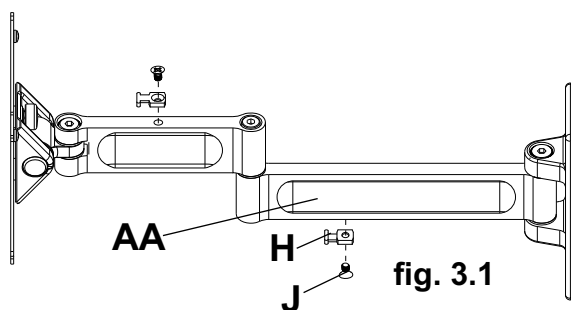
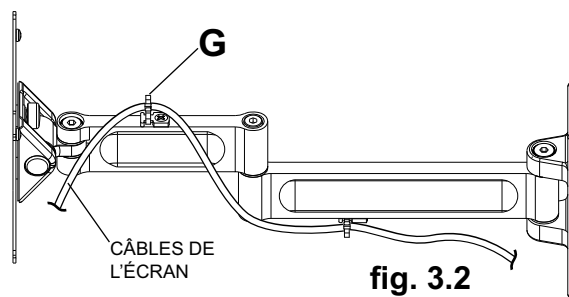

fig. 3.1
fig. 3.2
- 3** Fixez l'ancrage (H) de l'attache de câble sur le haut ou le bas du bras mural (AA) à l'aide de vis (J), tel qu'illustré à la figure 3.1. Attachez les câbles au support mural (AA) à l'aide de l'attache de câble (G), tel qu'illustré à la figure 3.2.